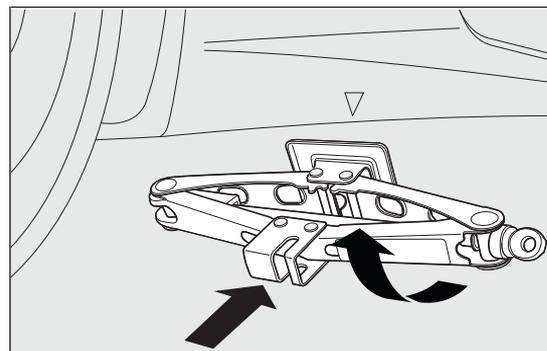

fig. 119
- ❑ si la voiture est équipée de minijupes latérales, pour permettre de placer le cric sous la voiture, il faut incliner ce dernier (comme illustré sur fig. 119) ;